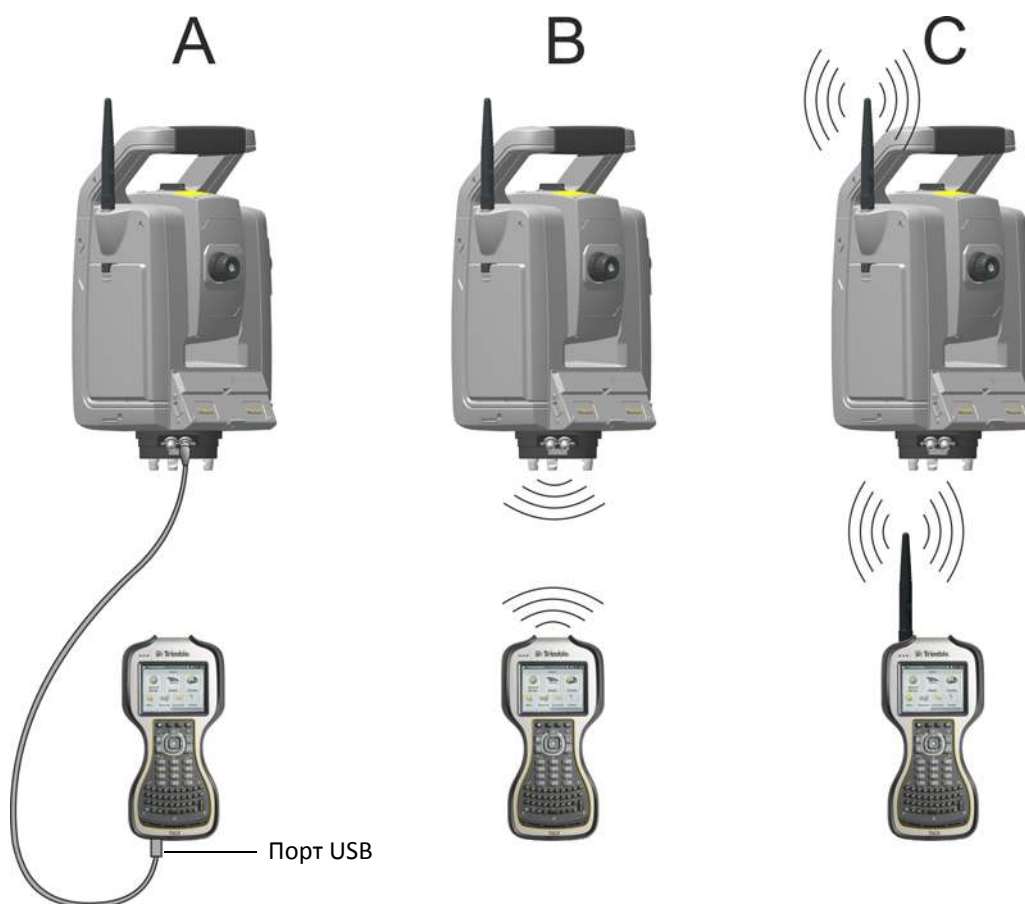

Рисунок 4.16. Подключение TSC3 к инструменту
- с помощью полевого ПО TSC3 , когда контроллер TSC3 подключен к инструменту кабелем, см. рис. 4.16.